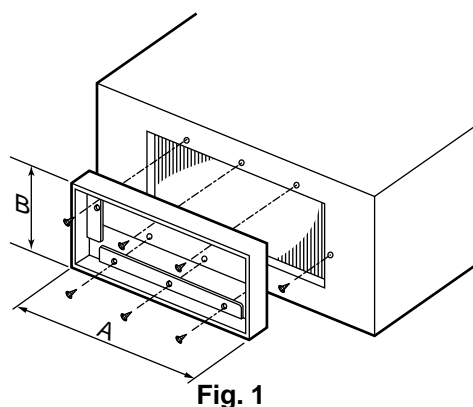

Fig. 1
- ① Usando 6 parafusos, monte o flange do orifício de alimentação do ar da unidade interna. (Fig. 1)
- ② Prepare o conduto quadrado de acordo com a dimensão interna do flange. $A \times B$.